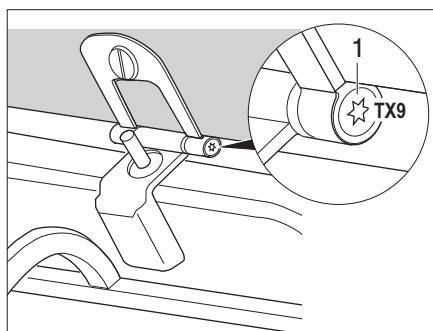

Bild 126 Gångjärn på glaskåpan
- Dra försiktigt åt gångjärnsskruvarna (Bild 126,1) med en Torx-insats TX9.